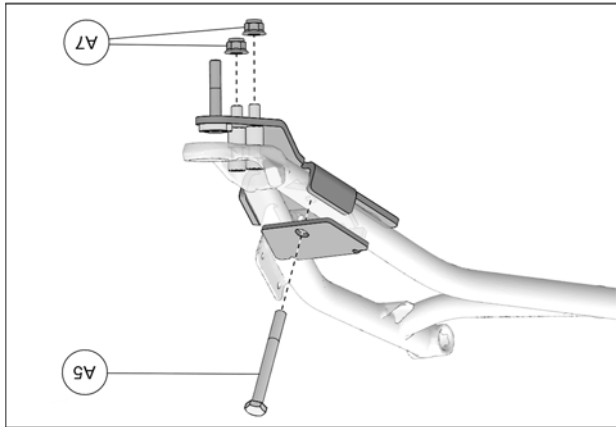

Fig. 19
8. Insérer le boulon M10x100mm (A5) par le trou de la partie supérieure de l'ancrage. Assembler l'ancrage au bras de suspension avec les écrous (A7) fournis. Serrer l'assemblage à un couple de 50 N•m [37 lb•pi]. Voir la Fig. 19